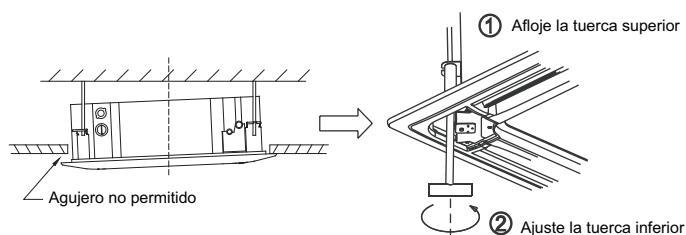

Fig.1-13
- Si el espacio entre el panel y el techo todavía existe después de la fijación de los tornillos, la altura de la unidad interior deberá ser modificada de nuevo (Ver Fig. 1-13).
- Puede modificar la altura de la unidad interior a través de las aperturas en las cuatro esquinas del panel, si esto no influye la elevación de la unidad interior y el tubo de desagüe (Ver Fig. 1-13).